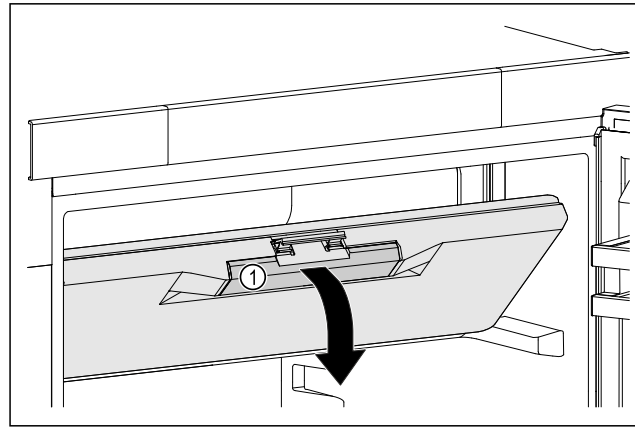

Fig. 43
- ▶ Uchopte dvere mraziaceho priestoru za priehľbeň pre rukoväť Fig. 43 (1).